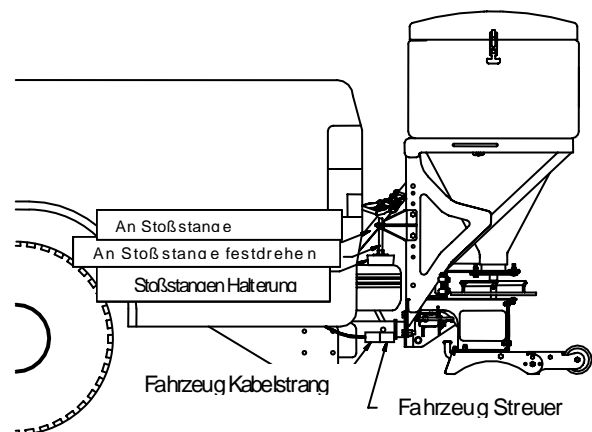

Bild 12. Stabilisatoren Einstellung
8. Befestigen Sie den Stabilisator (3) der Fahrerseite mit vier 3/8"-16 X 1" Sechskantschrauben (8) und vier 3/8"-16 selbstsichernden Muttern (10). Wiederholen Sie den Vorgang für den Stabilisator (4) der Beifahrerseite.
9. Befestigen Sie den Zurrurt (5) mit dem "D" Ring Ende am obersten Loch des Streuer Rahmens. Sichern Sie ihn mit der 1/2" X 1-1/2" Sechskant Schraube (9), einer 1/2" selbstsichernden Mutter (11), und einer 1/2" Beilagscheibe (12). Wiederholen Sie den Schritt auf der anderen Seite des Streuers.
10. Befestigen Sie die Stabilisatoren durch das drehen der Auflageteller. Zum Sichern die Sicherungsmuttern anziehen. Siehe Bild 12.
11. Schieben sie das Haken Ende des Zurrurtes (5) zwischen den Stoßfänger und dem Heck Ihres Fahrzeuges. Zur Befestigung sollte ein stabiler Punkt des Rahmens gesucht werden. Wiederholen Sie diesen Schritt für den zweiten Zurrurt (5).